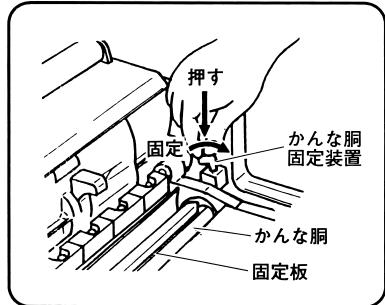

図 45
- (2) かんな胴固定装置のレバーを指先で押し右（図中固定側）にまわしてかんな胴を固定します。（図 45）